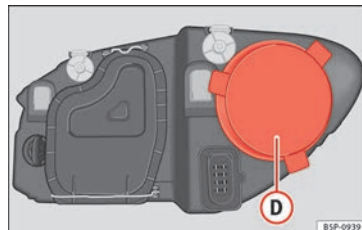

Fig. 182 Luce di posizione.
- Rimuovere la copertura » **fig. 182** D tirandola.